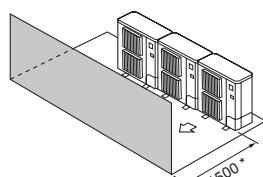

Fig. 2-15
- ③ Yanlızca öndeki engeller (Fig. 2-15)